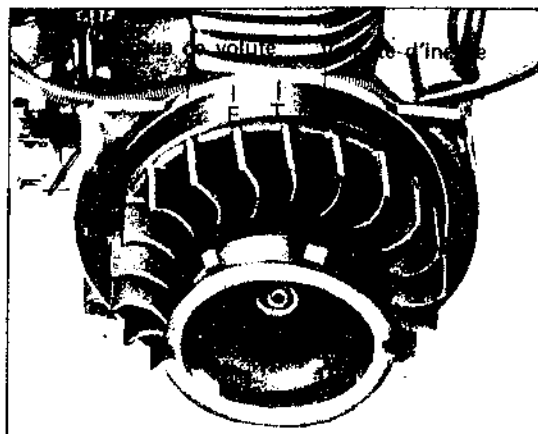

Fig. 21
- 5-7-3 Extraire le volant d'inertie en prenant bien soin de ne pas faire tourner le vilebrequin. Ensuite régler le rupteur au point de décollage des vis platinées (Fig. 21).